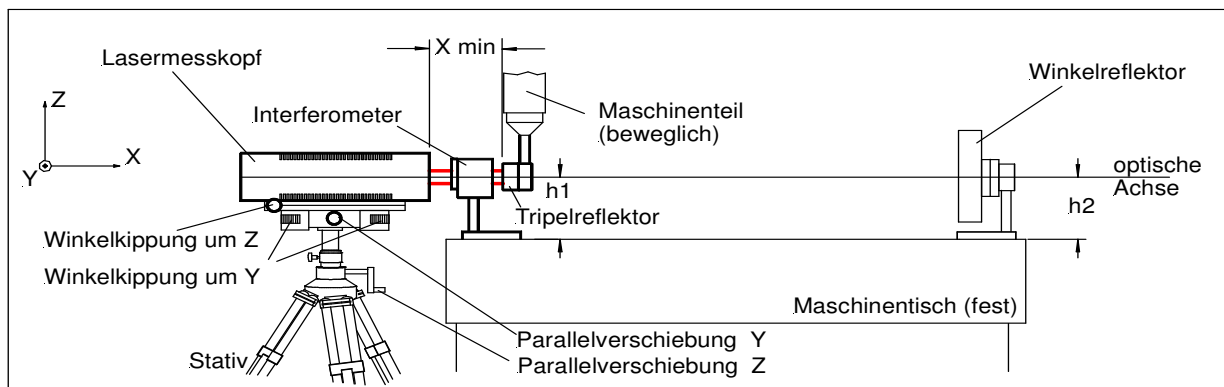

Abb. 11: Ortsjustierung des Strahlenganges
Der Aufbau des ZLM 700 ist so gestaltet, dass beide Justierungen sich durch die Stellelemente am Justiertisch / Stativ vornehmen lassen. Dies bringt den Vorteil nur eines Justierortes mit sich. Wichtig für Orts- und Richtungsjustierung ist die Stellung (Ort) des Tripelreflektors zum Geradheitsinterferometer, Abb. 11/ 12.
3) Tripelreflektor in den nächst gelegenen Punkt bewegen, positionieren, Abb.11